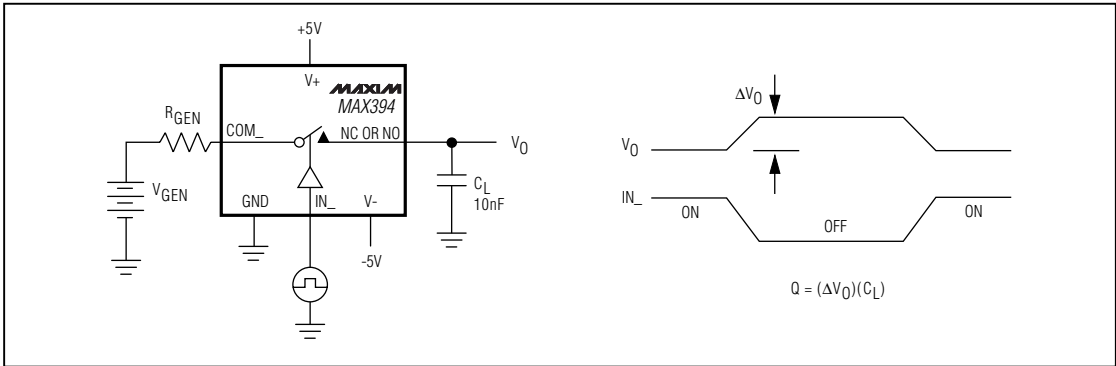

図6. チャージインジェクション
**Note 6:** See Figure 6. Off isolation =  $20 \log_{10} V_{COM}/V_{NC}$  or  $V_{NO}$ , VCOM = output, VNC or NO = input to off switch.